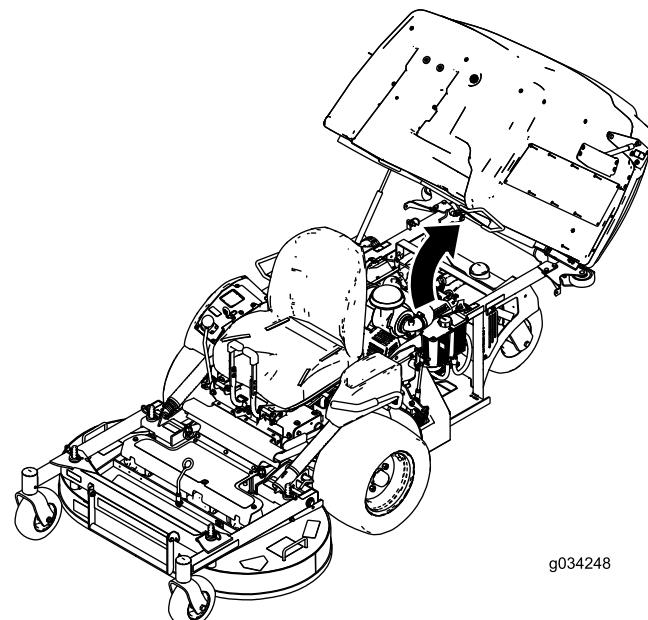

Figure 28
2. Levez la trémie (Figure 28).